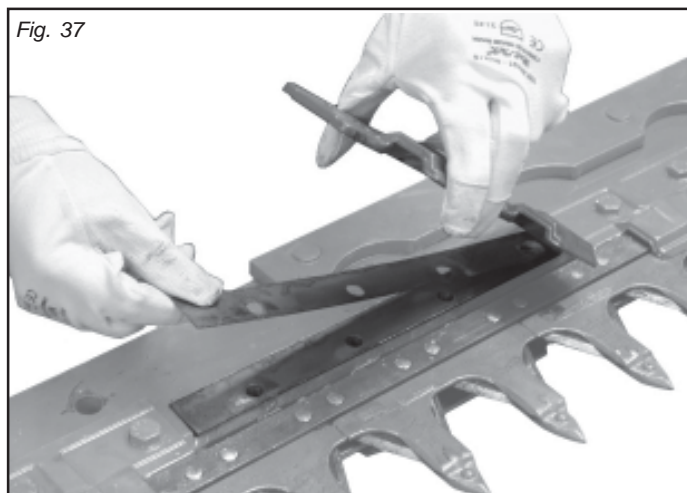

Fig. 37
- togliere uno o più spessori (Fig. 37);